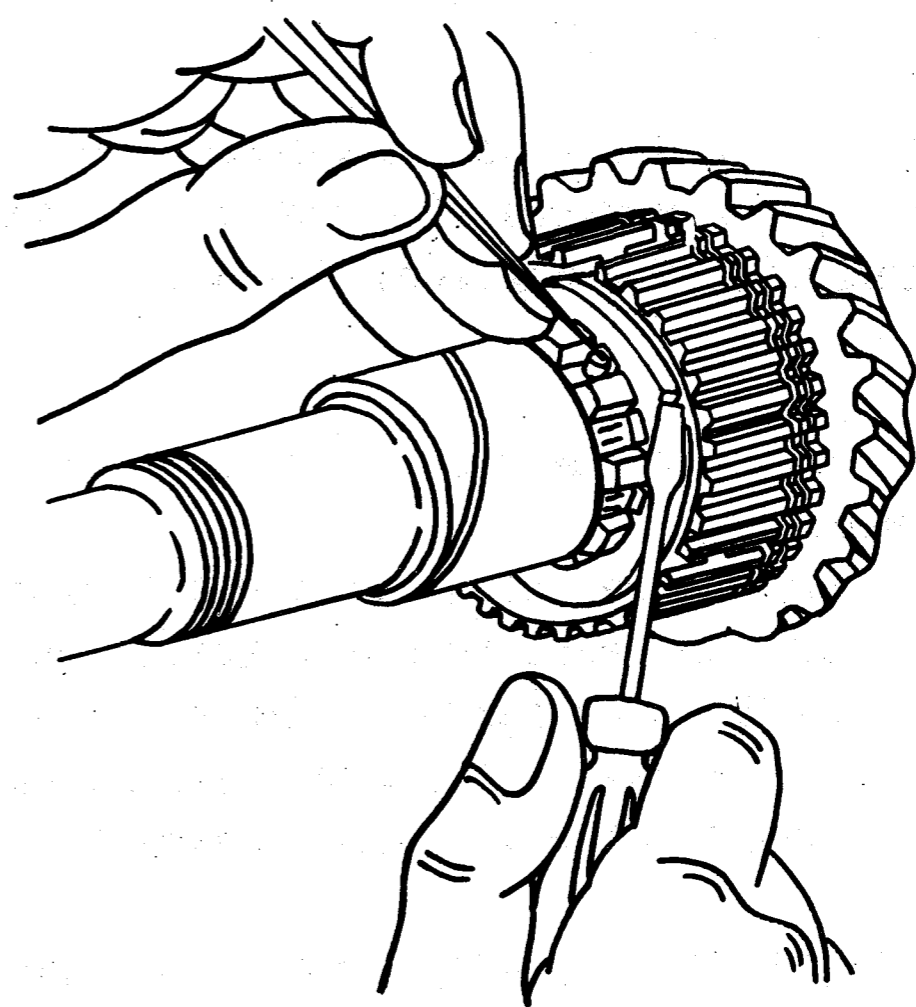

Рис. 106. Утапливание штифта при снятии упорной шайбы шестерни второй передачи
- утопить штифт в отверстие (рис. 106);